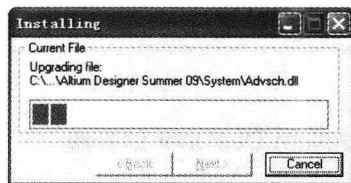

图 1-12 升级进程窗口
(4) 单击 **Next >** 按钮, 开始执行软件主程序的升级, 升级进程窗口指示升级进度, 如图 1-12 所示。